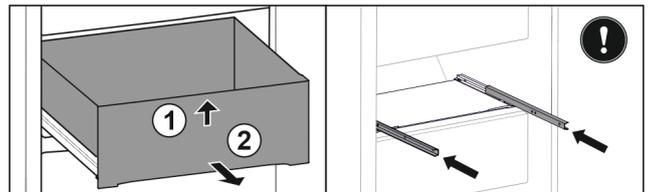

Fig. 51
- ▶ Schubfach vorne anheben. Fig. 51 (1)
- ▶ Schubfach nach vorne entnehmen. Fig. 51 (2)